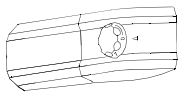

Fig. 21
- 1) Draai de knop naar de stand „0“ (fig. 21)